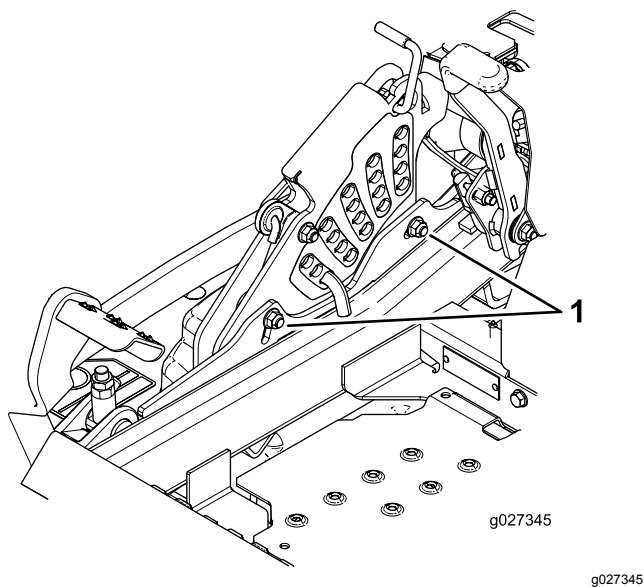

Figure 89
11. Pour régler le système monpoint, desserrez les 2 boulons au bas de la plaque de hauteur de coupe (**Figure 89**).
13. Serrez les 2 boulons au bas de la plaque de hauteur de coupe (**Figure 89**).